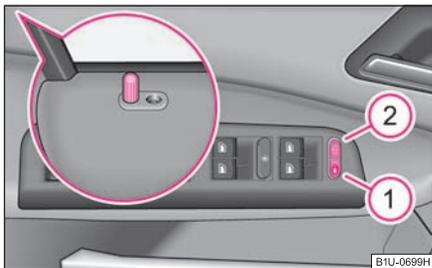

Fig. 38 Touche du verrouillage centralisé
- avec les boutons de sécurité dans les portières ⇒ page 41, fig. 38 - seulement sur les véhicules qui ne sont pas équipés d'un lève-vitres électrique (seulement pour le verrouillage)
- Appuyez sur la touche (1) ⇒ fig. 38. Le symbole s'allume dans la touche.
- Appuyez sur la touche (2) ⇒ fig. 38. Le symbole s'éteint dans la touche.
Vous pouvez effectuer un verrouillage de secours des portes au moyen des boutons de sécurité ⇒ page 41, fig. 38.